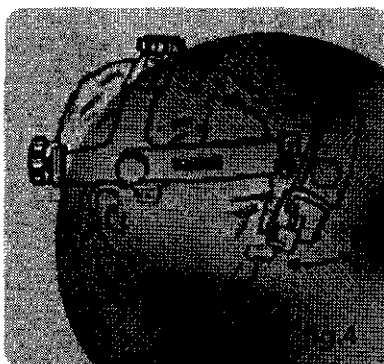

fig.4
Coloque el bloque binocular (O) lo más cerca posible de los ojos o las gafas para asegurar un campo de visión máximo. Afloje ligeramente el botón de regulación del ángulo del oftalmoscopio (E) para permitir el ajuste, y apriete cuando se encuentre en posición, como se indica en (fig. 4).